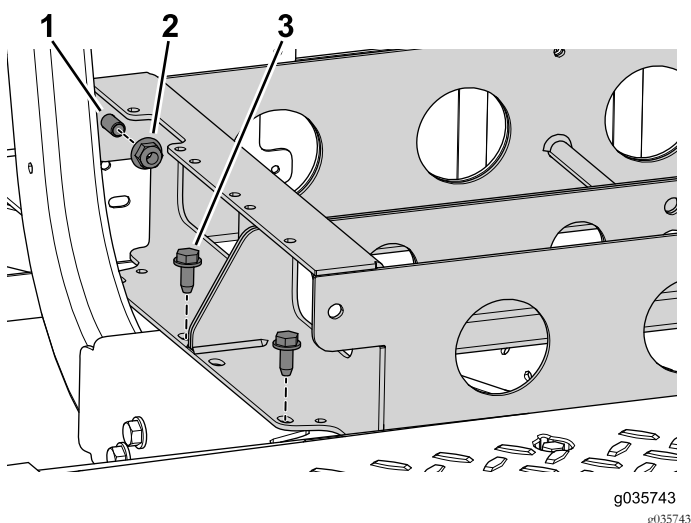

图60
- 卸下将电池托盘固定到机器的 4 个螺栓 图60。
- 卸下连接前、后电池托盘的 2 个凸缘螺母但不是 2 个螺栓 图60。